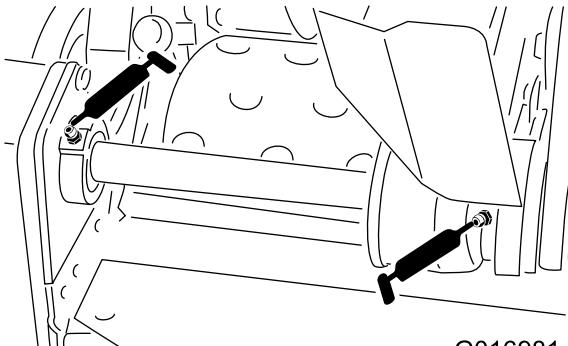

Figura 26
- 2 en los cojinetes del contraeje del molinete (Figura 26)